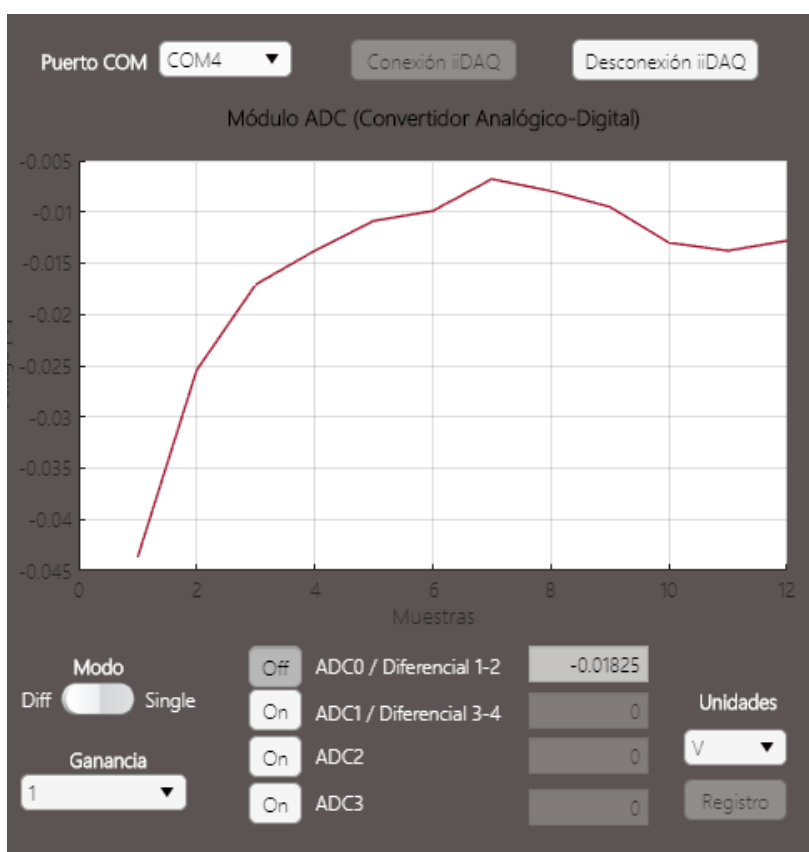

Figura 5.24: Lectura del modulo ADC.
5. Damos click en el botón *On* del ADC0. Observar la gráfica y ver que el sistema leerá el valor de voltaje del potenciómetro en tiempo real (figura 5.24); este valor cambiará de acuerdo con la variación que el usuario le dé. Elegir las unidades en las que se requieren obtener las lecturas (Volts o milivolts).